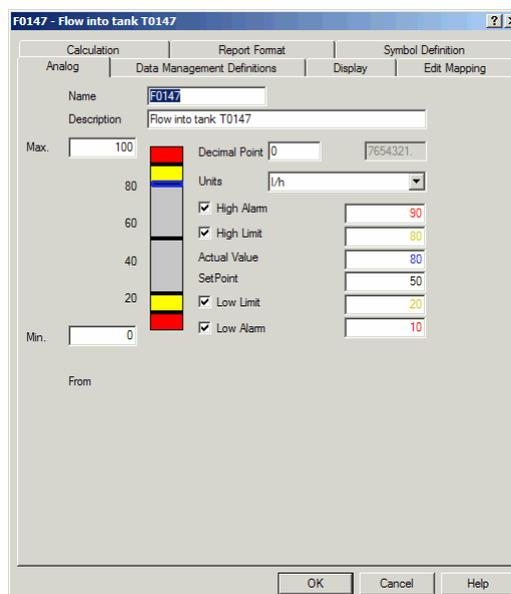

Рис. 3.35. На закладке **Analog** Вы указываете предел измерения, единицу измерения и пределы тревог.
- Подгоните значения как показано на рис. 3.35 используя клавиатуру или двигая соответствующую горизонтальную линию на рисунке до желаемого значения. Расходомер измеряет в пределах от 0 до 100 литров в час (l/h).